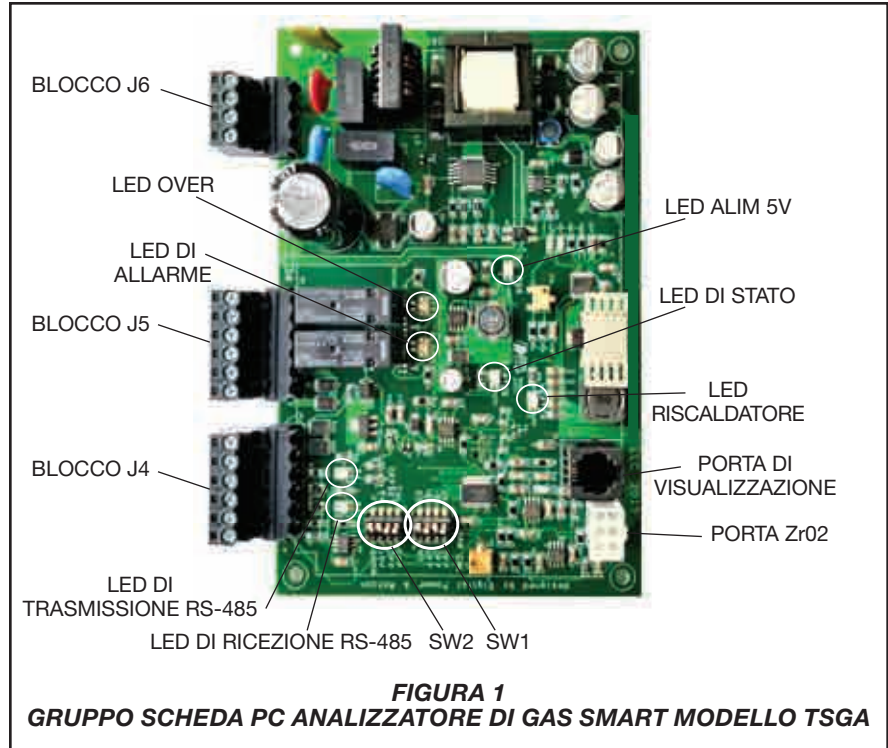

FIGURA 1
Passo 4. Con l'alimentazione in ingresso disattivata, collegare l'alimentazione in ingresso a 120 VAC/60 Hz o 230 VAC/50 Hz al BLOCCO J6 sulla scheda PC, come illustrato nella Figura 1.
Passo 1. Una volta verificato che l'unità è cablata correttamente, accendere l'unità. Il LED di stato (vedere la Figura 1 e la Tabella A) lampeggia in verde ripetutamente per due minuti. Il riscaldatore del sensore si sta riscaldando durante questo periodo.